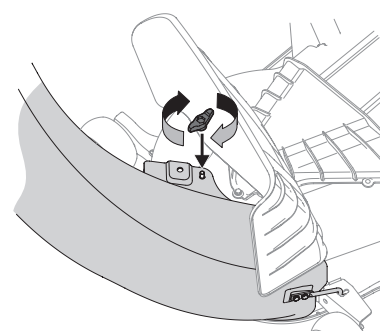

Figure 21
6. Fixez le coude de la goulotte de descente au plateau de coupe au moyen du bouton à ailettes (720-04122) compris dans la trousse de quincaillerie 689-02364. Consultez la Figure 21.